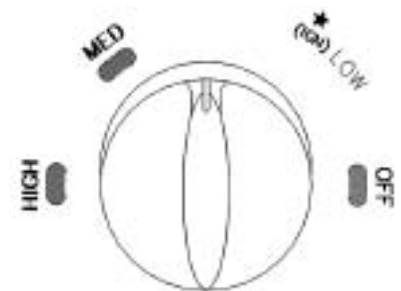

Figure 3 – Bouton de commande du radiateur – RA100NGDGD
- Enfoncer le bouton de commande du radiateur et le tourner dans le sens antihoraire à la position « (IGN) LOW » pour allumer le brûleur (voir la Figure 3).